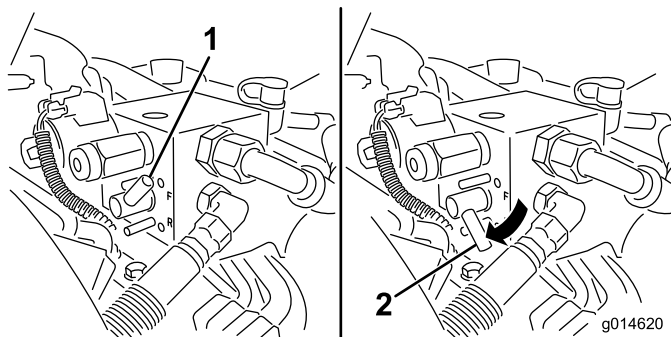

Bild 53
5. Drehen Sie den Lapphebel auf Rückwärts (R) (Bild 53).